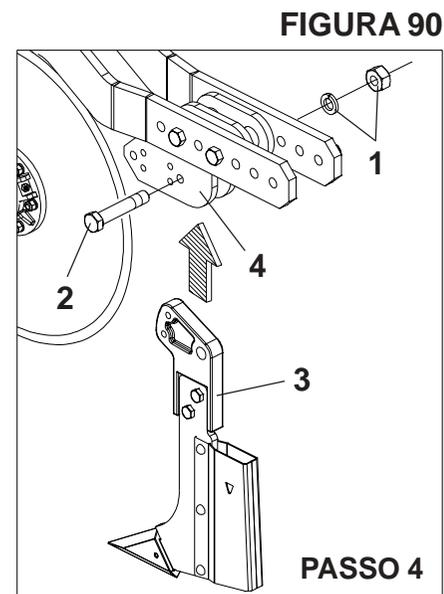

FIGURA 90
- Finalize recolocando o sulcador pino fusível (3) no suporte do sulcador (4) fixando-o através dos parafusos (2) porcas e arruelas (1), **conforme mostra a figura 90**